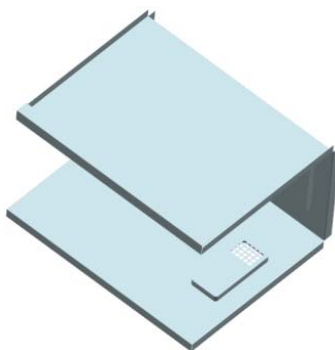

图 11-218 创建法向除料特征
(5) 在“法向除料”对话框中, 单击  按钮, 创建法向除料特征, 如图 11-218 所示。